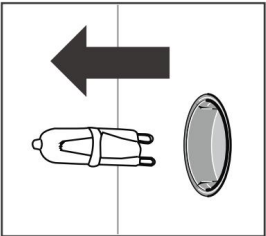

Figure 6
- 3. Снимите лампу и замените ее на лампу того же типа (рис. 6).